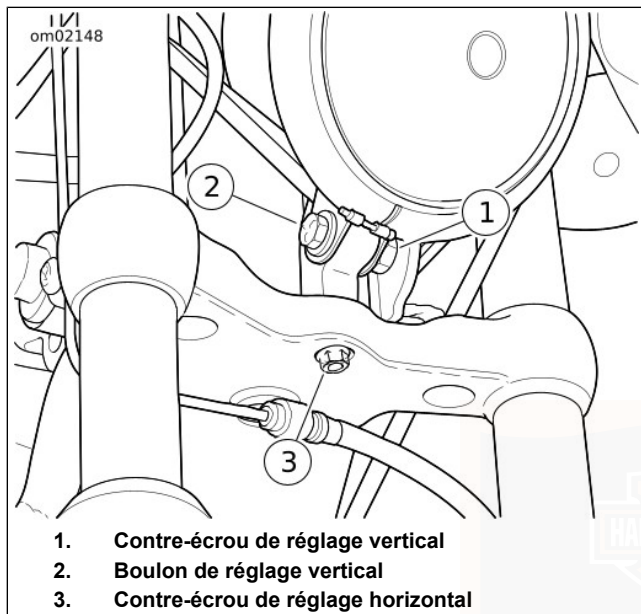

Figure 54. Réglage du phare
3. Voir Figure 54. Desserrer le contre-écrou de réglage horizontal (1).
1. Voir Figure 54. Desserrer le contre-écrou (1) du boulon de réglage vertical (2).